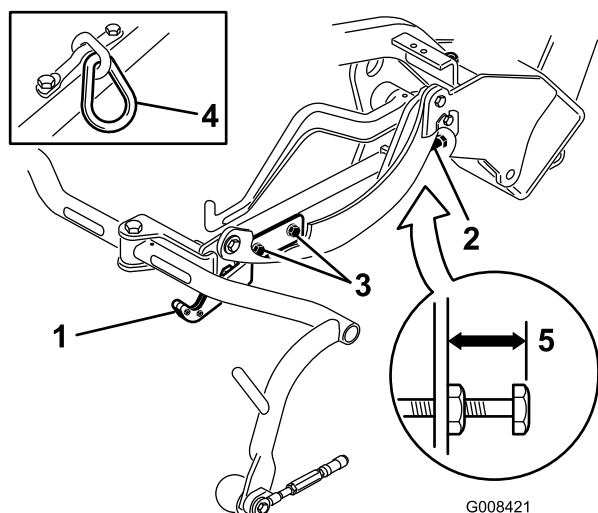
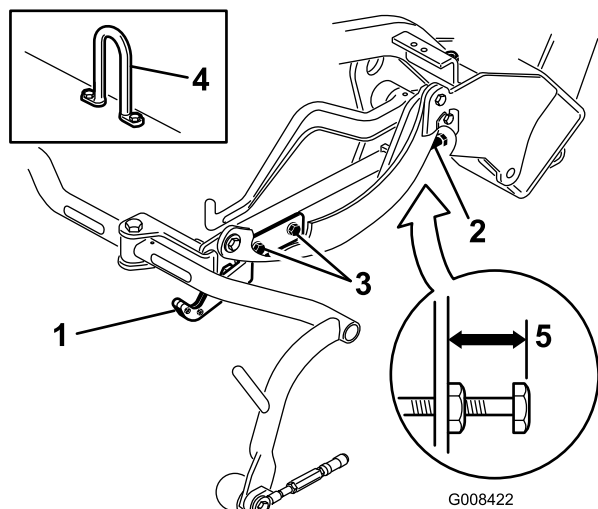
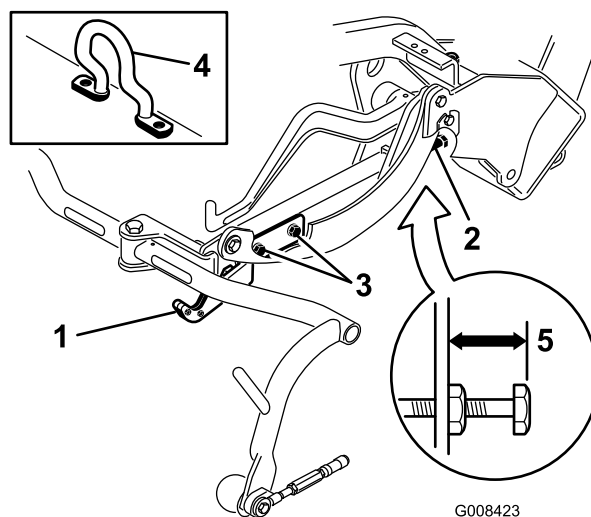

図 13
図 14
図 15
移動走行時の高さ（図 13 と 図 14）を点検し、必要に応じて調整します。
2. チェーン・リンクまたはストレート型の昇降フック（図 13 と 図 14, 挿入図）のついているカuttingユニットでは、キャリア・フレーム調整ねじの上面からキャリア・フレームの背面までの距離が 22 mm になっていることを確認する。この距離が 22 mm になっていない場合は手順 4 へ進む。オフセット・リフト・リンク（図 15）のついで
(図 13 と 図 14 と 図 15)。
7. キャリア・フレームの高さがそろっていない場合は、キャリア・フレーム調整ねじの上についているジャムナットをゆるめる (図 13 と 図 14 と 図 15)。高くするにはねじを外方向にまわし、低くするには内方向にまわす。調整ができればジャムナットを締めて調整を固定する。
3. オフセット・リフト・リンク (図 15) のついているカッティングユニットでは、キャリア・フレーム調整ねじの上面からキャリア・フレームの背面までの距離が 25 mm になっていることを確認する。この距離が 25 mm になっていない場合は手順 4 へ進む。